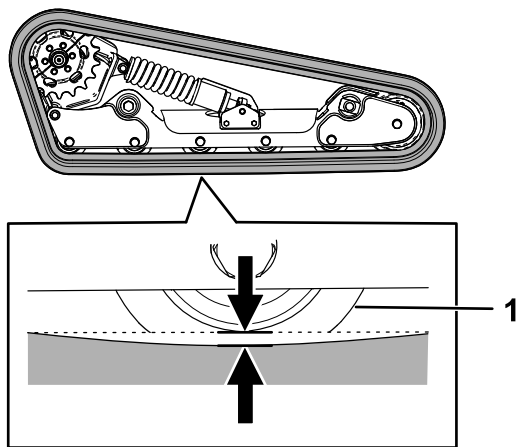

Figura 56
Eleve/apoye 1 lado de la máquina y, con el peso de la oruga, compruebe que el espacio entre la parte inferior del reborde de la rueda de rodaje y la oruga es de 1,3 cm, tal y como se muestra en la Figura 56. Si no es así, ajuste la tensión de las orugas usando el procedimiento siguiente.
5. Usando una llave de carraca de 1/2", gire el tornillo tensor hasta que la flexión de la oruga sea de 1,3 cm, tal y como se muestra en la Figura 56.
9. Compruebe que la flexión de la oruga es de 1,3 cm, tal y como se muestra en la Figura 56. Ajústelo si es necesario.
la flexión de la oruga sea de 12,7 mm, tal y como se muestra en la Figura 56.
25. Compruebe que la flexión de la oruga es de 1,3 cm, tal y como se muestra en la Figura 56.